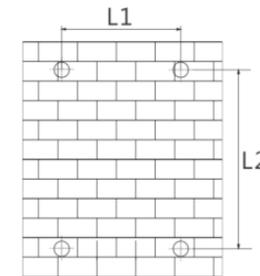

Fig. 04
2. Utilice un taladro para realizar los orificios a una profundidad de al menos 90 mm en la pared. Estos orificios deben estar alineados (ver Fig. 04).